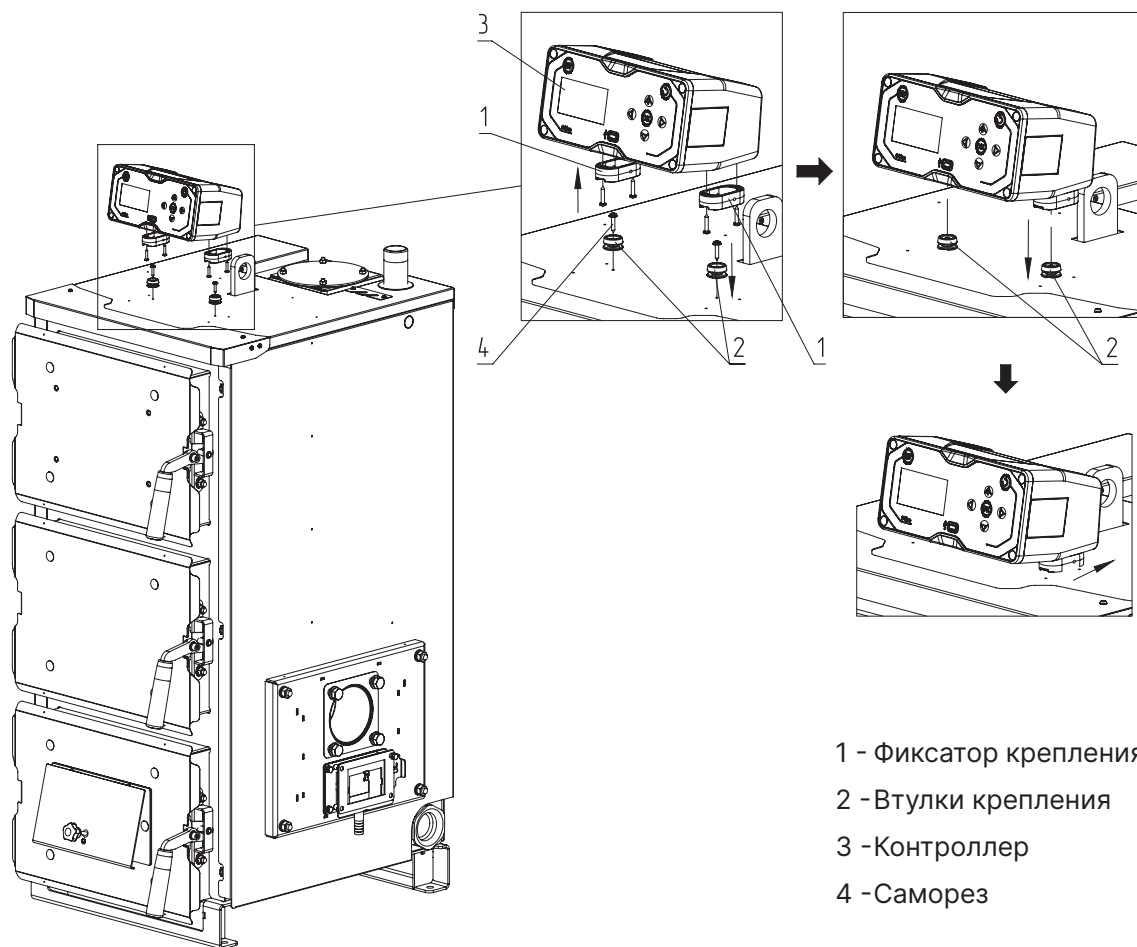

Рис.10 Монтаж контроллера
2. С помощью саморезов (**Рис.10, поз.4**) прикрепите к контроллеру (**Рис.10, поз.3**) фиксаторы крепления (**Рис.10, поз.1**);
3. Втулки крепления (**Рис.10, поз.2**) прикрепите к крышке котла с помощью саморезов (**Рис.10, поз.4**);
4. Контроллер на фиксаторах (**Рис.10, поз.1**) установите на втулки крепления (**Рис.10, поз.2**) и зафиксируйте, сдвинув контроллер назад.